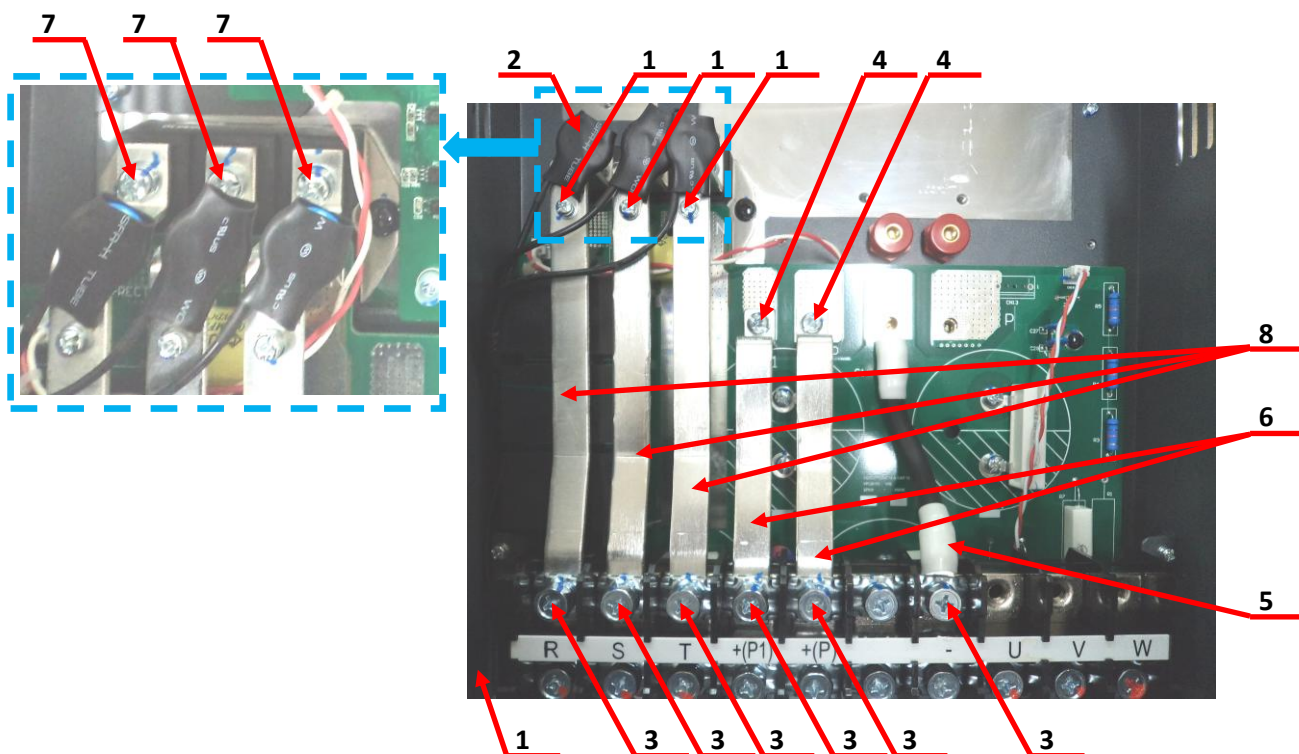

Рис.6.18
- 6.8.2. Открутить 4 винта поз.1 (рисунок 6.18) и положить их в тару 3.1.17. Варисторную сборку поз.2 положить в тару 3.1.16.
- 6.8.3. Открутить 6 винтов поз.3 (рисунок 6.18) и положить их в тару 3.1.17. Кабель «-» поз.5 положить в тару 3.1.16.
- 6.8.4. Открутить 2 винта поз.4 (рисунок 6.18) и положить их в тару 3.1.17. Шины «+(P1)» и +(P) поз.6 положить в тару 3.1.16.
- 6.8.5. Открутить 3 винта поз.7 (рисунок 6.18) и положить их в тару 3.1.17. Шины R, S, T поз.8 положить в тару 3.1.16.